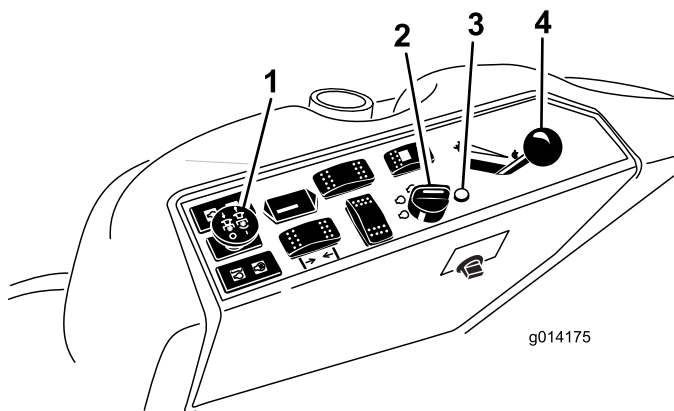

Figure 9
4. Placez la commande de prise de force (PDF) en position désengagée (Figure 9).
5. Réglez la commande d'accélérateur à mi-course entre les positions bas et haut régime (Figure 9).